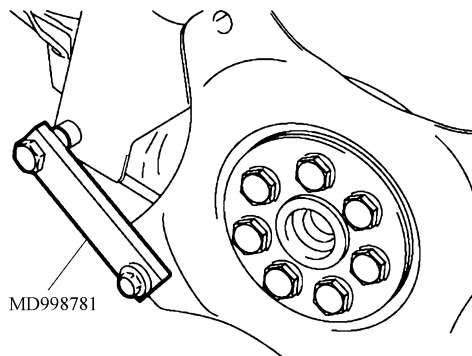

图 28-38 用专用工具固定驱动盘
- 6) 按照图 28-38 所示, 安装专用工具 MD998781, 固定住驱动盘。